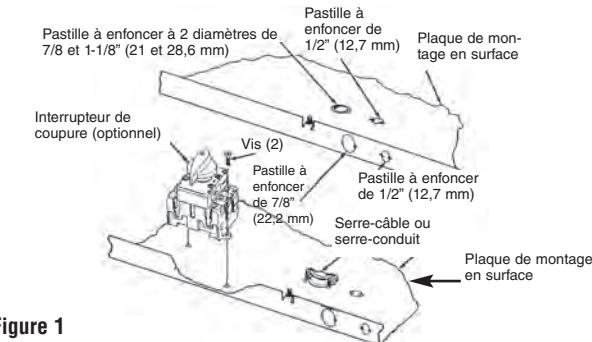

Figure 1
- Enlevez la plaque de montage en surface (Figure 1) du carton contenant l'enceinte de montage en surface, de type SEA.
4. Installez l'interrupteur de coupe optionnel (si nécessaire) comme c'est montré en Figure 1.